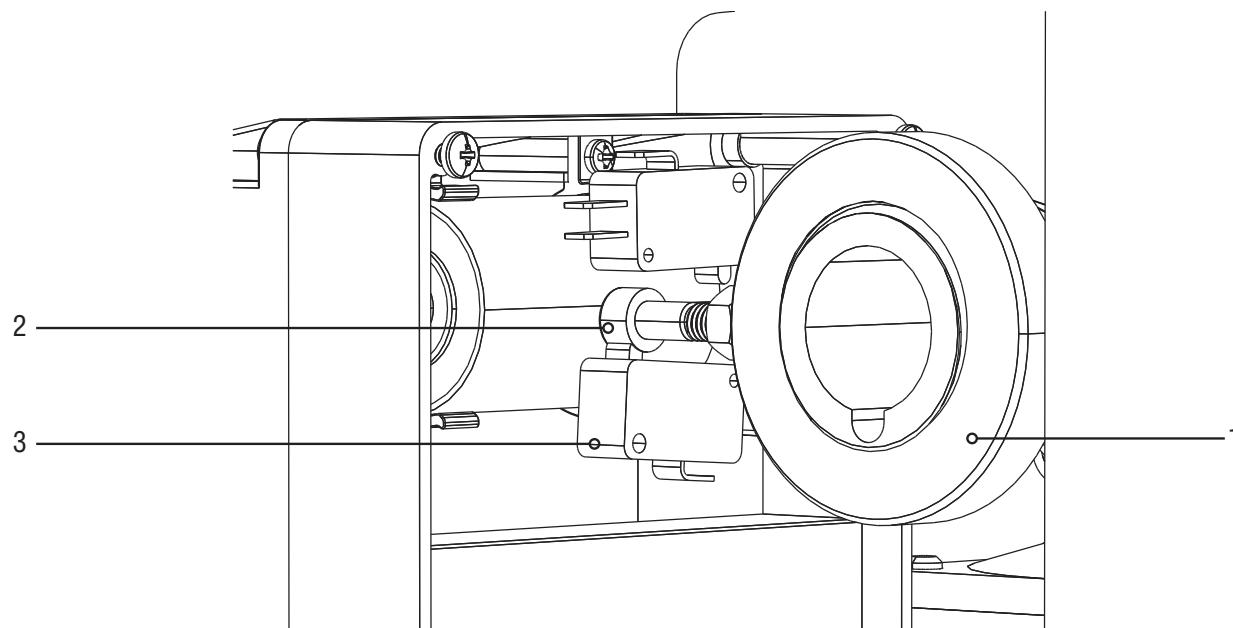

Рисунок 4
- Переместите кольцо уст новки кр йных положений (поз.1) т ким обр зом, чтобы винт (поз.2) н жим л н верхний микропереключ тель (поз.3). См. рисунок 4.